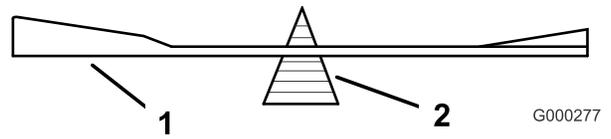

Figure 88
2. Vérifiez l'équilibre de la lame en la plaçant sur un équilibreur (Figure 88).